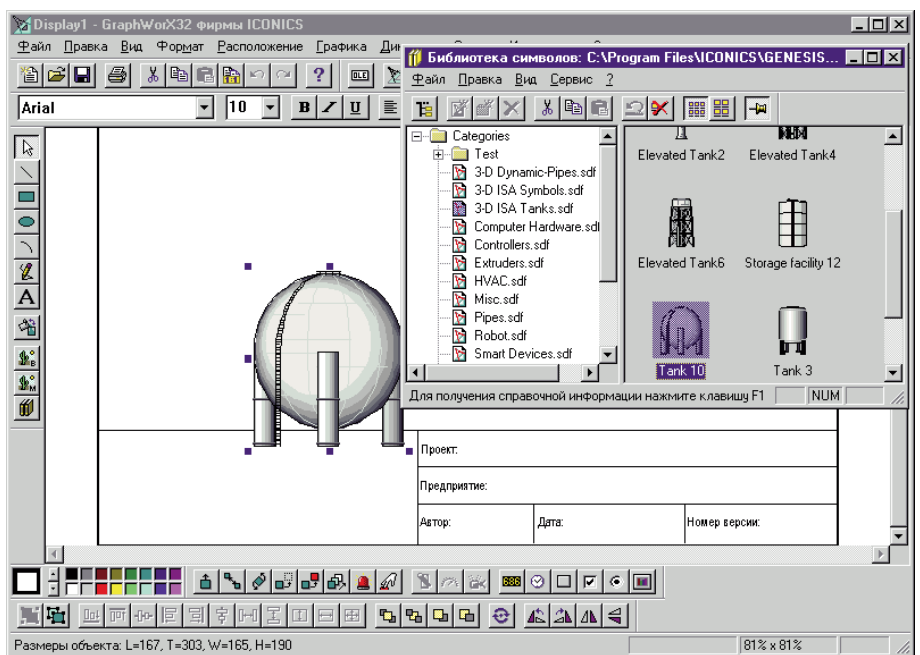
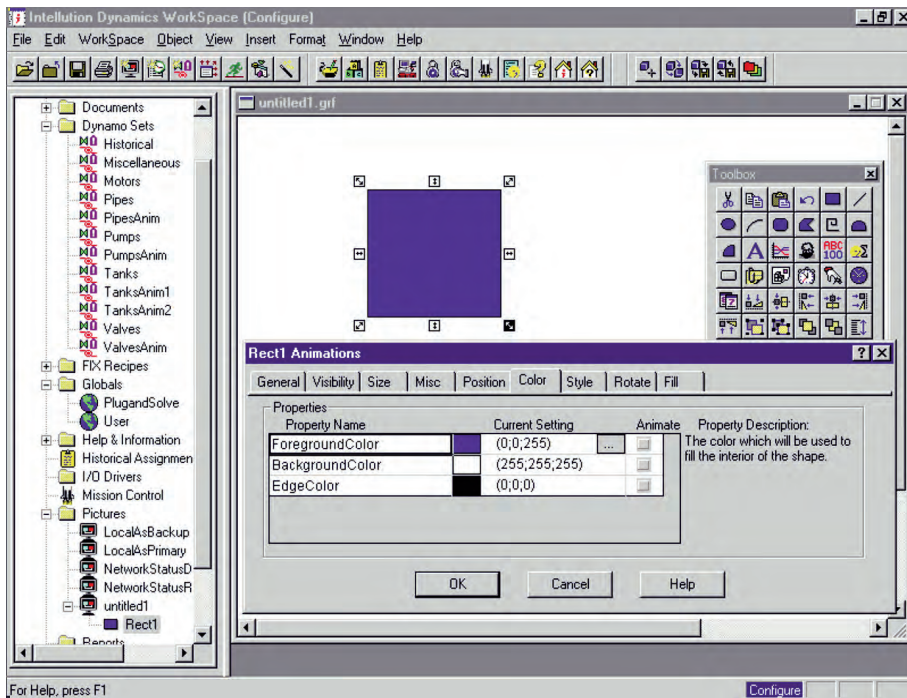

Рис. 1. Библиотека символов и шаблон стандартной рамки, примененный к экранной форме GraphWorX32
Рис. 2. Диалоговая панель свойств графического объекта iFIX. Слева находится системное дерево, справа виден набор инструментов Toolbox
- В GENESIS32 имеются шаблоны экранных форм и объектов, отсутствующие в iFIX. Шаблоны экранных форм аналогичны шаблонам документов Microsoft Office. Для создания нескольких экранов, содержащих однотипные элементы, можно просто создать шаблон, в который следует включить повторяющиеся объекты, и применять его при создании каждого экрана. Шаблон объекта резервирует место для вставки объекта определенного типа (bmp, wmf или OLE). Это может быть полезно, если сам объект импортируется в экранную форму позднее. Пример использования шаблона показан на рис. 1.
- При создании нового элементарного графического объекта в GENESIS32 изначально у него присутствуют только статические свойства (например цвет, тип контурной линии). Если какое-либо свойство объекта (изменение размера, цвета, положения и т.п.) анимируется, то оно появляется как вкладка окна свойств объекта. Окно свойств при этом содержит только необходимую информацию, отражающую состояние данного объекта. Напротив, в iFIX создаваемый объект обладает сразу всеми свойствами даже при отсутствии их анимации, как показано на рис. 2. Это перегружает окно свойств объекта излишними деталями.
- В GENESIS32 графические объекты, предназначенные для повторного использования, сохраняются в библиотеке символов, которая является отдельным приложением и имеет интерфейс, аналогичный проводнику Windows, как показано на рис. 1. Можно настраивать корневой каталог библиотеки и таким образом иметь несколько отличающихся библиотек, что удобно при разработке проектов в различных предметных областях. И наоборот, при редактировании мнемосхемы iFIX предоставляет интерфейс системного дерева, аналогичный проводнику Windows (на рис. 2), а GENESIS32 — нет. Системное дерево iFIX отображает в иерархическом виде файлы и папки, содержащие все элементы системы (средства создания и модификации базы данных, документы, альбомы динамо, мнемосхемы, тревоги и др.).
- В отличие от GENESIS32, в iFIX кнопки разных панелей инструментов могут быть объединены в Toolbox (инструментарий). Это позволяет не выводить на экран несколько различных панелей инструментов, а ограничиться одной панелью Toolbox с часто используемыми кнопками. За счет этого, во-первых, экономится место на экране, а во-вторых, быстрее осуществляется доступ к отдельным операциям (рис. 2).